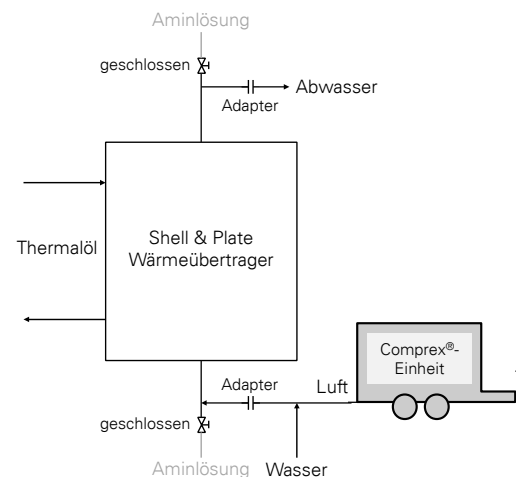

Abbildung 3: Vorgehensweise bei der Complex®-Reinigung des Wärmeübertragers
- Reinigung der Aminseite des Wärmeübertragers während eines Anlagenstillstands (Abbildung 3)